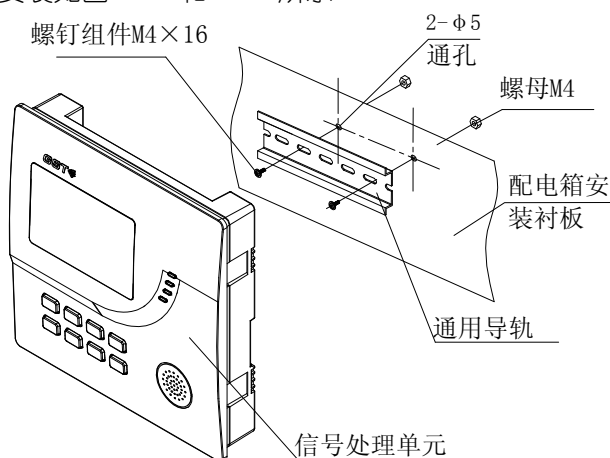

图 2.28 信号处理单元导轨安装图
3.4.1 信号处理单元的安装如图 2.28 和 2.29 所示